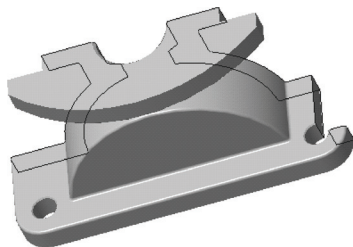

图 11-88 创建偏移装配剖面
STEP 04 单击“关闭”面板中的“确定”按钮，完成截面绘制并退出草绘环境。单击“完成”按钮, 即可创建偏移装配剖面，效果如图 11-88 所示。